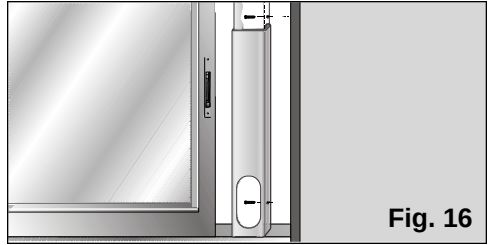

Fig. 16
- Para poder fijarlo a la ventana / balcón dispone de dos agujeros laterales. Por medio de dos tornillos (no incluidos con el accesorio) el usuario podrá sujetarlo al marco o a la pared sin peligro de que este se mueva o se caiga de su posición, **Fig. 16**.